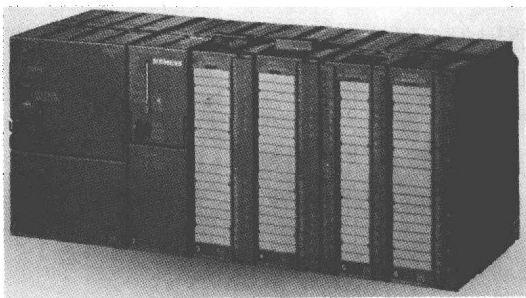
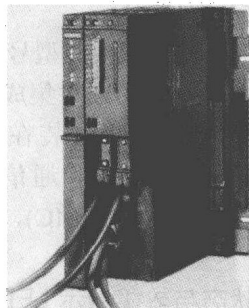

图 2-1 S7-300
图 2-2 S7-400 的电源模块和 CPU 模块
S7-300 采用紧凑的、无槽位限制的模块结构 (见图 2-1), 电源模块 (PS)、CPU 模块、信号模块 (SM)、功能模块 (FM)、接口模块 (IM) 和通信处理器 (CP) 都安装在铝制导轨上。图 2-2 是 S7-400 机架上的电源模块和 CPU 模块。